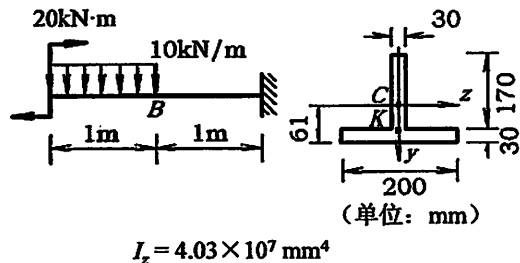

图 4-3
3. 图 4-3 所示 T 形截面梁, 试计算 B 截面上 K 点 (在腹板上) 的正应力及切应力。(15 分)